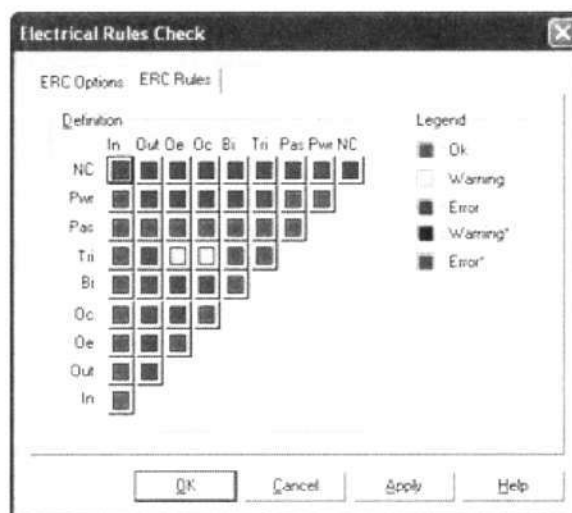

Рисунок 24 — Правила проверки
3. Установите параметры проверки на закладке Правила проверки (ERC Options) (Рисунок 24).